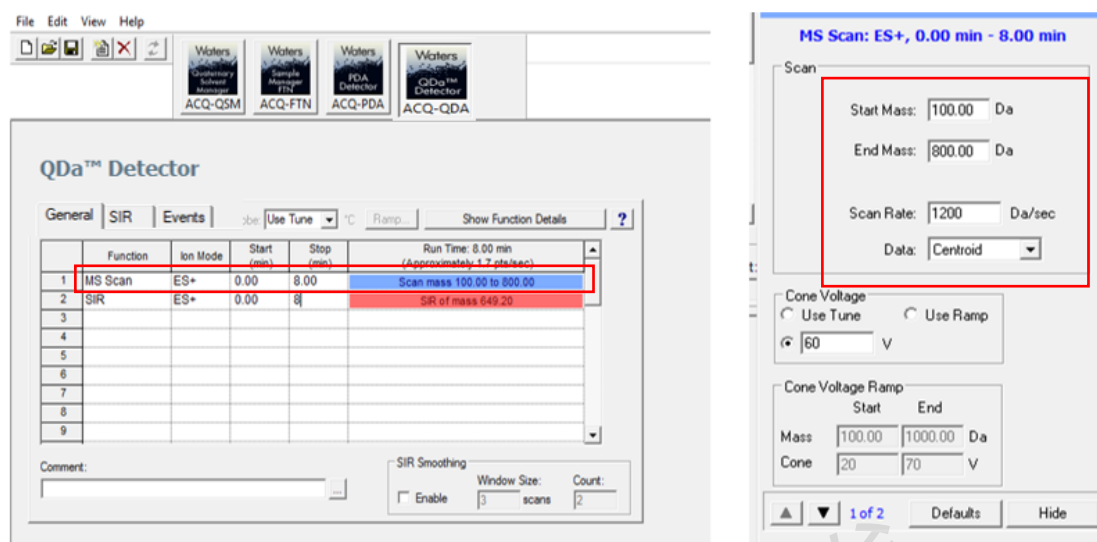

图6-27
(1) MS Scan 无明确组分要求（图6-27）
点击Show Function Details，弹出图6-27右侧对话框，Scan-设置m/z范围，Cone Voltage 选择Use Tune